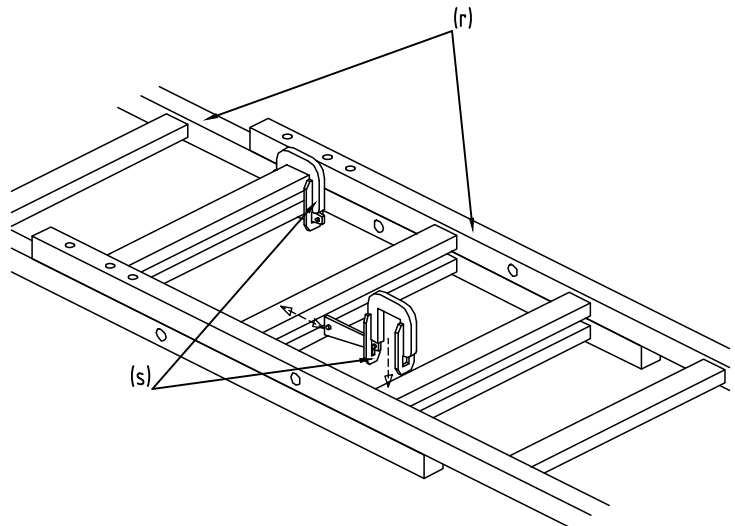

Abb. 13
- 13 Steigleitern (r) mit Leiterklemmplatten (s) diagonal verbinden. Dazu Keil herausziehen, Leiterklemmplatte über 2 Sprossen führen und Keil einschlagen. Die Leitern müssen min. 2 Sprossen, bzw. 0,5 m überlappen (s. Abb. 13).